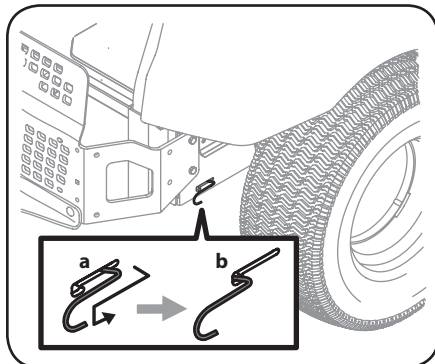

Figure 2-1
1. Pour déplacer l'appareil manuellement sans le démarrer, engagez les tiges de dérivation des transmissions qui se trouvent à l'arrière, de chaque côté de la tondeuse. Les tiges de dérivation des transmissions sont placées à l'arrière de l'appareil, près du côté intérieur de chaque pneu arrière. Désengagez le frein de stationnement et engagez les tiges de dérivation. Pour engager les tiges de dérivation, tirez sur chaque tige (a) et accrochez la tige dans le trou (b) pour la fixer. Voir Figure 2-1.
2. Après avoir déplacé l'appareil, effectuez les étapes (a) et (b) dans l'ordre inverse pour désengager les deux tiges de dérivation. Voir Figure 2-1.